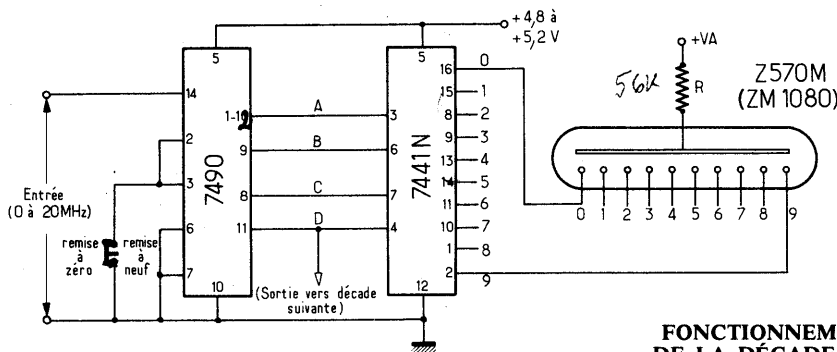
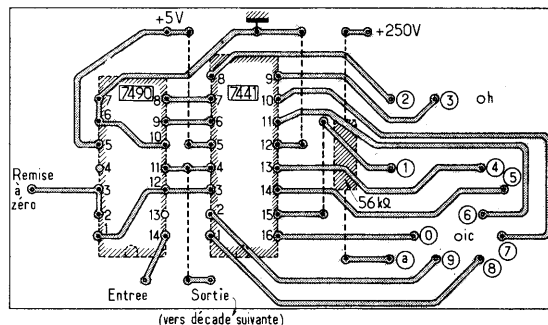

Fig. 2. — Schéma des liaisons entre décade, décodeur et tube d'affichage. Dans l'intérieur des cadres représentant les cir-
Fig. 6. - Schéma de la plaquette du circuit imprimé avec vue en transparence des composants intégrés et des ponts à réaliser (circuit pouvant être fourni).
La figure 2 représente le montage de la décade, du décodeur et du tube d'affichage. Afin de simplifier le schéma, les liaisons entre décodeur et tube nixie ont été omises. Les signaux d'horloge, c'est-à-dire les signaux générés par le relaxateur, sont appliqués à l'entrée de la décade 7490, qui compte les impulsions en code B.C.D. (binaire codé décimal). Il apparaît, sur les sorties A, B, C, D, des impulsions représenta-
Le montage de la figure 2 n'est capable de compter que de 0 à 9. Si on désire réaliser un compteur de plus grande capacité, il sera nécessaire de doubler, tripler, quadrupler, etc., ce montage. Par exemple, si l'on veut construire un compteur entre 0 et 99, il faudra utiliser deux 7490, deux 7441 et deux tubes Z570M. La sortie D du premier 7490 attaquera l'entrée (14) du second 7490.
La remise à zéro s'effectue en appliquant sur une entrée particulière des bascules une impulsion d'inhibition qui les remet toutes à l'état 0. Le poussoir de remise à zéro de la figure 2 est normalement fermé de sorte que les points 2 et 3 du 7490 sont réunis à la masse. En ouvrant le circuit, on provoque un signal qui est appli-
La figure 6 montre le schéma de plaquette imprimée vue côté soudures avec, en transparence, les composants qu'elle supporte, la résistance de 56 kΩ correspondant à R de la figure 2. Les liaisons entre plaquette et tube d'affichage sont faites en câblage traditionnel.